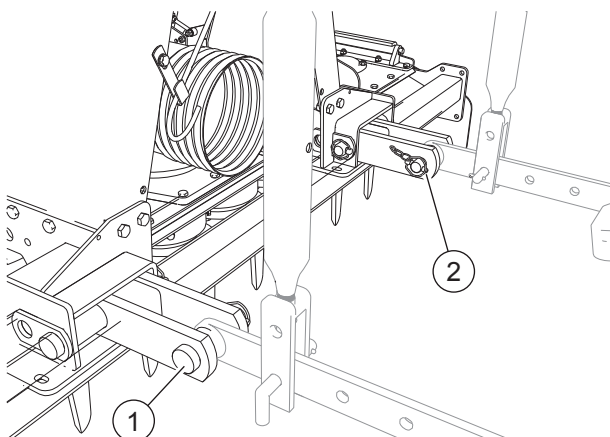

FIG. 24
- Die Hebeschielen den unteren Anschlüssen nähern ("Fig. 24"). Die Anbau-Pins einsetzen (1). Die Pins mit den ausgestatteten Auslöse-Splinten sperren (2).